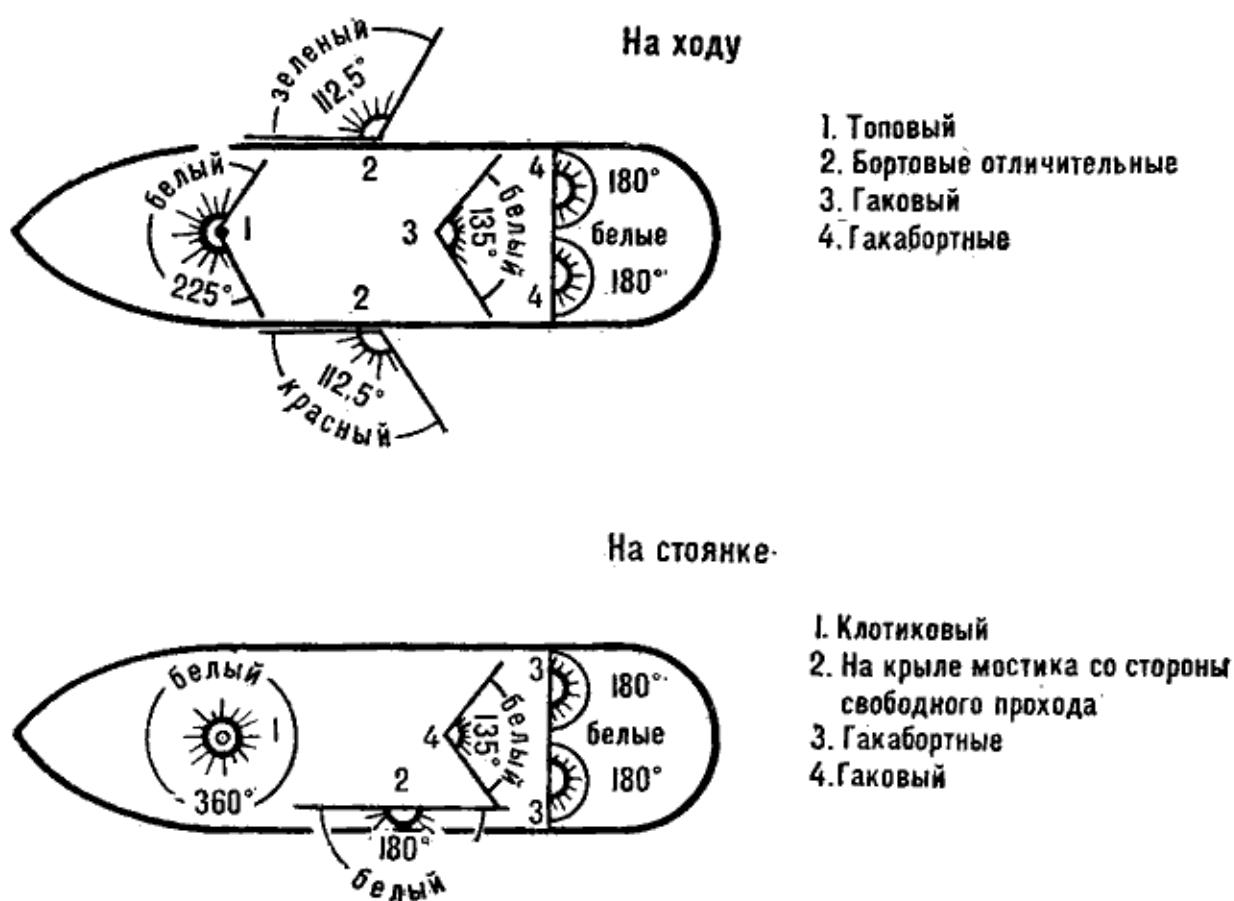

Рис. 143. Схема расположения огней на речном самоходном судне
К ходовым огням речных судов относятся (рис. 143):
1. Все самоходные сухогрузные суда, в том числе и парусно-моторные, длиной менее 30 м и шириной до 5 м поднимают на мачте один белый клотиковский огонь, а те же суда Длиной более 30 м и шириной более 5 м включают также гаковый и гакабортные огни и выставляют белый огонь на крыле мостика со стороны борта, свободного для прохода других судов (§ 36 а, 37, рис. 143).